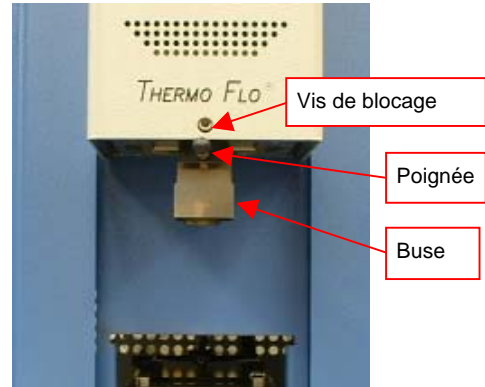

Figure 3b
- d. Pose et remplacement de la buse (Figure 3b)